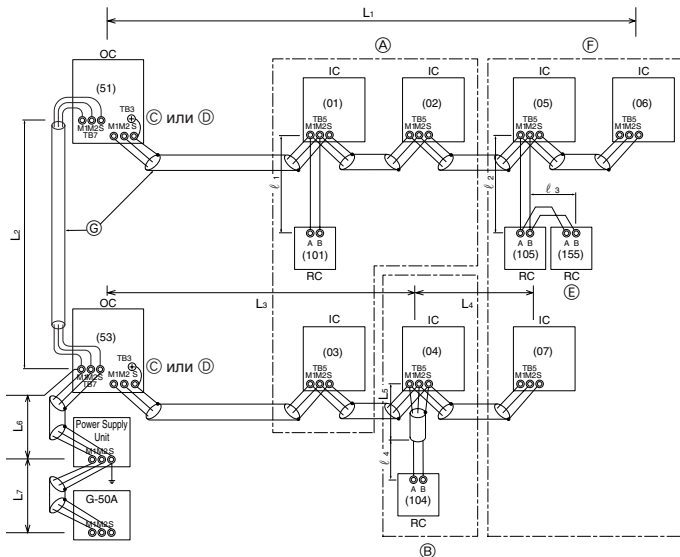

Fig. 6-2
- Контроллер ДУ "M-NET" (Fig. 6-2)